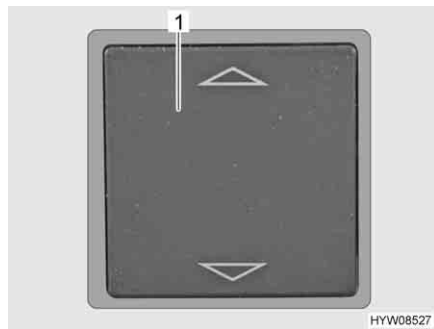

Fig. 11 Interruttore a bilico per il ripostiglio con comando elettrico di regolazione altezza
- Premere la metà superiore dell'interruttore a bilico (Fig. 11,1) nell'area del piano di lavoro.
- Premere la metà inferiore dell'interruttore a bilico (Fig. 11,1) nell'area del piano di lavoro.